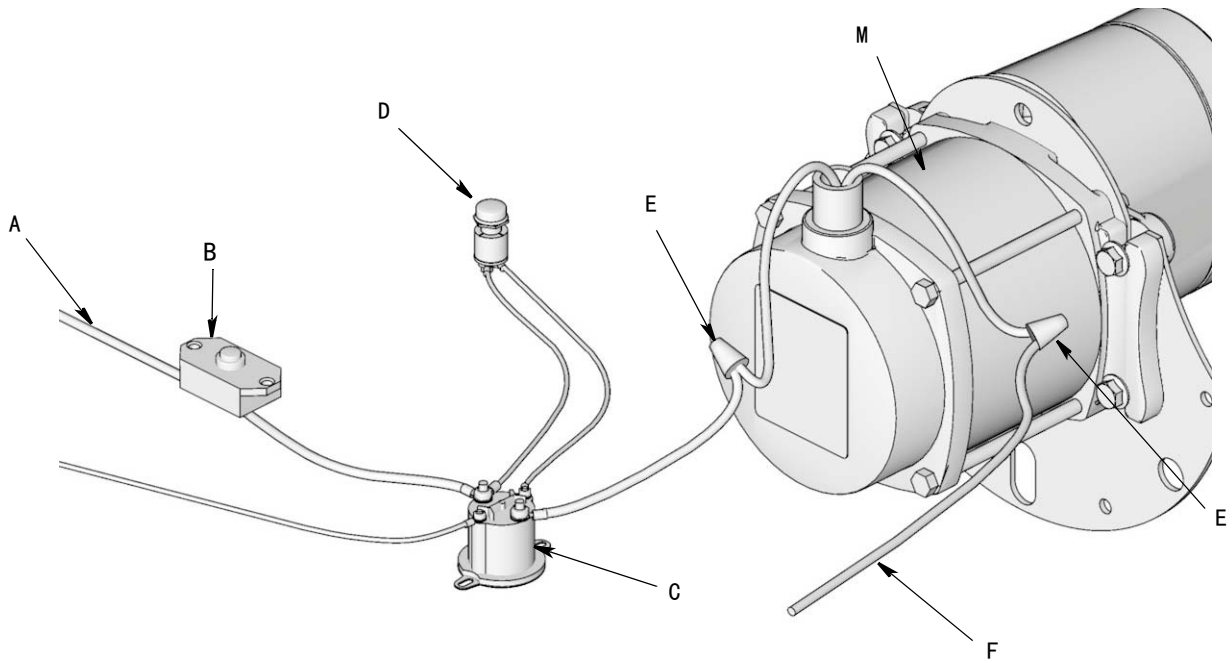
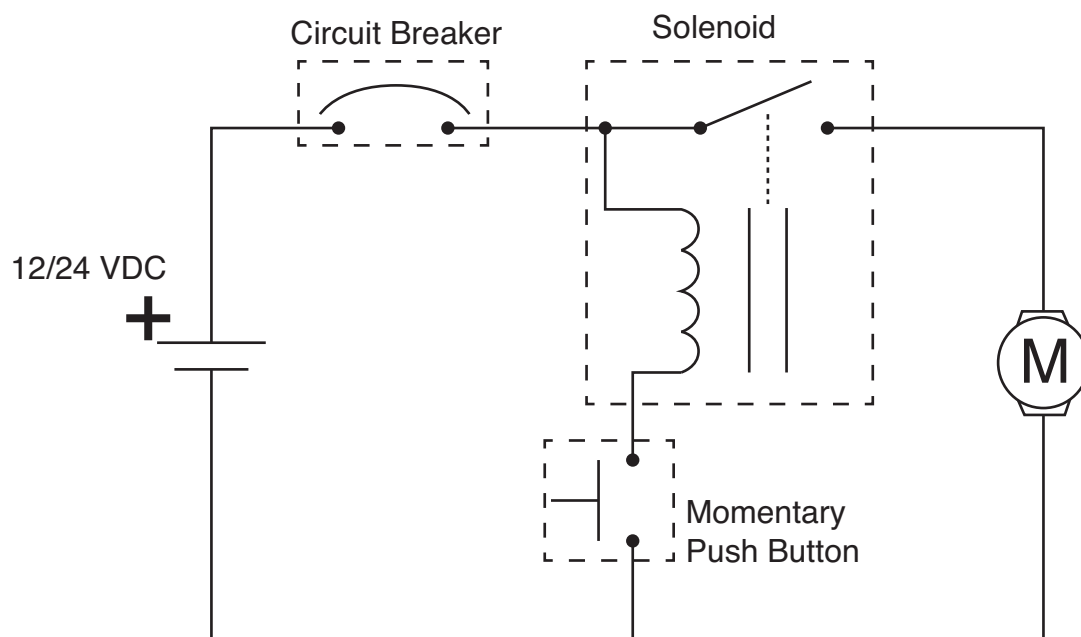

图 8
图 9
2. 按图 8 中的接线图和图 9 中的配线线路图连接导线。